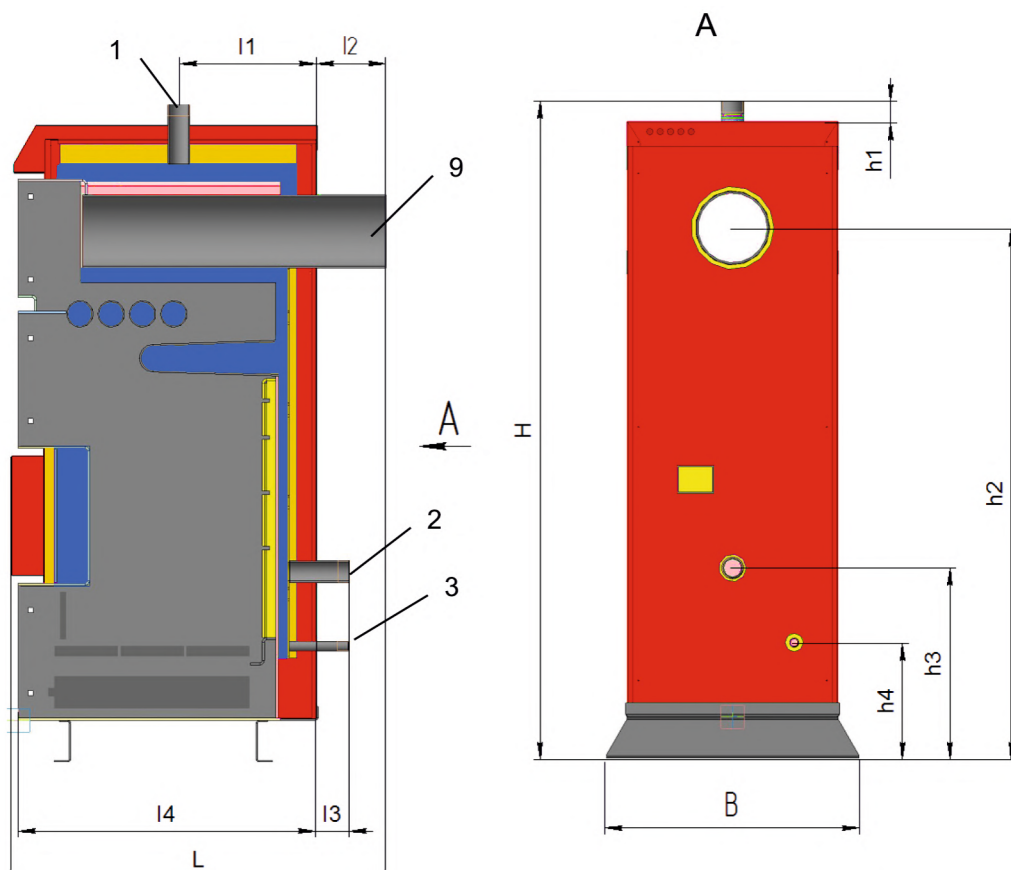

Рисунок 1 - Габаритные и присоединительные размеры Котлов моделей П-10+95
| Габаритные (максимальный габарит) и присоединительные размеры Котла (см. рис.1), мм: |  |        |        |        |         |         |         |          |
Котел (рис.1, 2, 3) представляет собой стальной сварной теплоизолированный каркас, обшитый снаружи съемной декоративной облицовкой, все вместе образующие собой корпус, и устанавливаемый на собственных опорах (16). Внутреннее пространство имеет сложную конфигурацию, включает в своем составе трубчатый теплообменник (14), предназначенный для циркулирования теплоносителя (воды), листовые детали, образующие вместе со стенками каркаса камеру сжигания, воздухоподводящие каналы (на рисунке не показаны), систему дымоудаления из Котла (9). Внутри каркаса в нижней части расположены устройства: колосниковая решетка для размещения топлива (15), зольный ящик (5) для сбора и удаления золы. Снаружи Котел имеет дверцы (11,12,13) с назначением согласно рисунку 3, патрубки для подсоединения к трубопроводам водяного контура системы отопления (1,2), патрубков для опорожнения теплообменника (3), штуцер для установки тягорегулятора (17), штуцер для установки термодатчика (19), дутьевой электровентилятор, штуцера для подключения ТЭНа, тягорегулятора. Выход дымохода размещен на задней стенке Котла; выходная труба снабжена шиберной заслонкой.